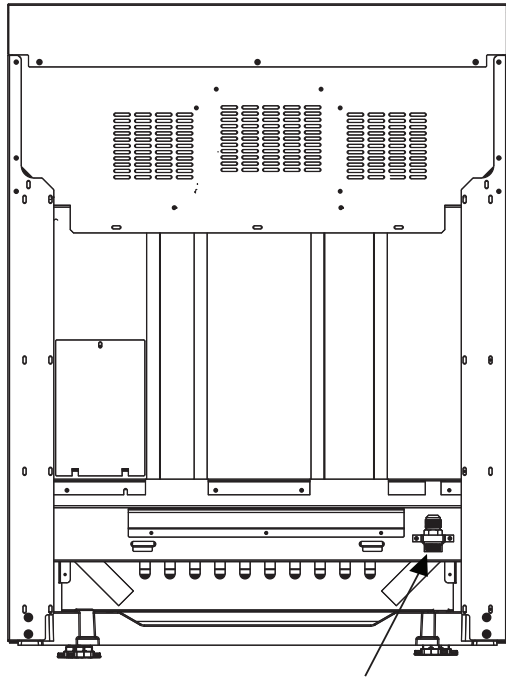
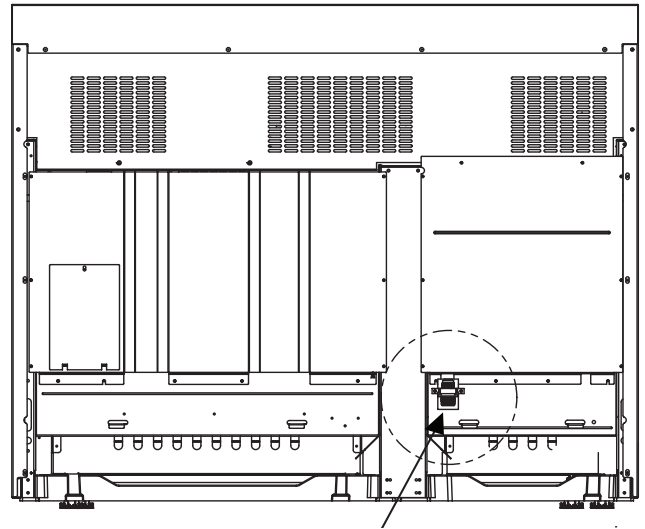

Figure 8 : Emplacement du tuyau d'arrivée de gaz pour les cuisinière de 30" et 36"
Figure 9 : Emplacement de la connexion d'entrée de l'alimentation en gaz sur cuisinières 48 po
- Utilisez un raccord à gaz souple de 3/4" entre l'alimentation en gaz et le tuyau d'arrivée de gaz de l'appareil. Le tuyau d'arrivée de gaz de toutes les cuisinières est situé en bas à droite. (Voir Figure 8 et Figure 9). Le tuyau d'arrivée de gaz de l'appareil est de type NPT 1/2". Prenez garde aux pincements du tuyau flexible de 19,1 mm (3/4 po) dans les coudes. La